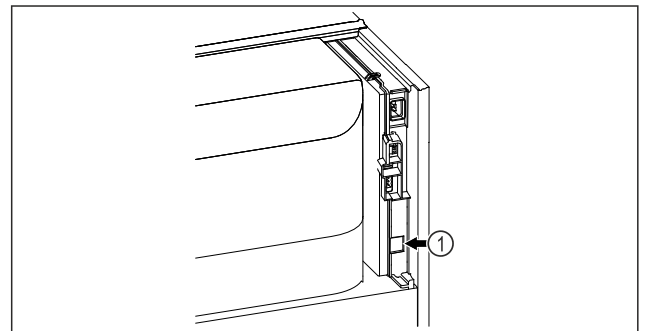

Fig. 73
- SmartModule Fig. 73 (1) er satt inn.